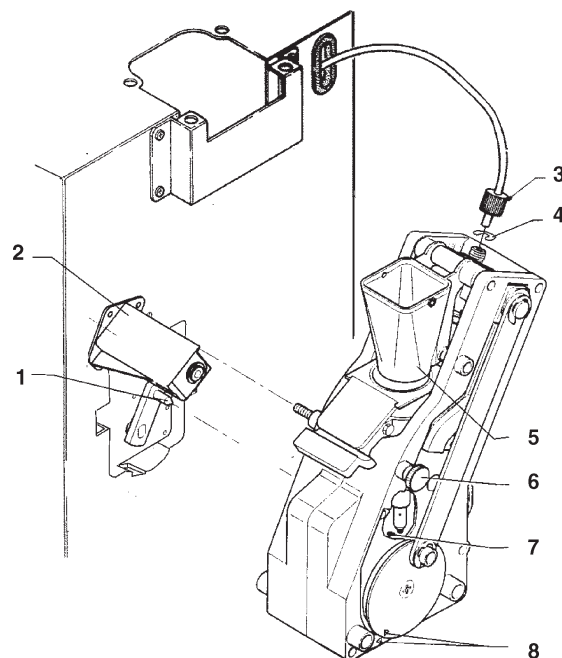

Fig. 22
- desconectar del pistón superior el tubo de teflón de conexión con la caldera, prestando atención a no perder la guarnición (véase la fig. 22);
- Aflojar los tornillos A y B cuanto sea necesario para liberar el embudo del café (véase la fig. 22);